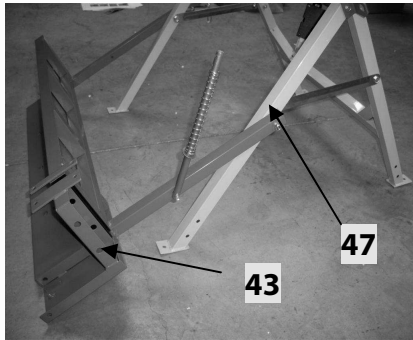
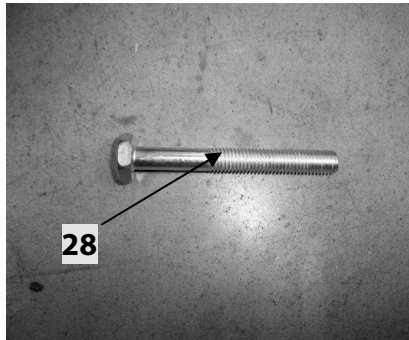

Fig 1
Fig 2
- Mettez en place le pied support (47), placez le chariot de coupe (43) (Voir Fig 1), prenez les 2 vis M8\*60 (28) pour fixer l'ensemble (Voir Fig 2).